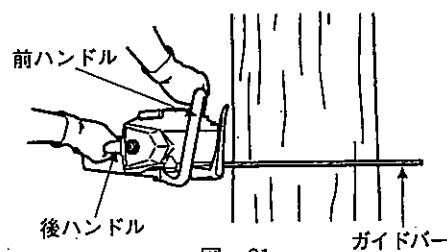

図 21
(4) 木材を水平方向に切断する場合は、ガイドバーが下側になるよう機体を右側に倒した状態で前ハンドルの上側を左手で持ちます。ガイドバーを水平にして機体の前部についているスパイクを木材に当て、このスパイクを支点として後ハンドルを右に回すようにして切り込みます。(図21)